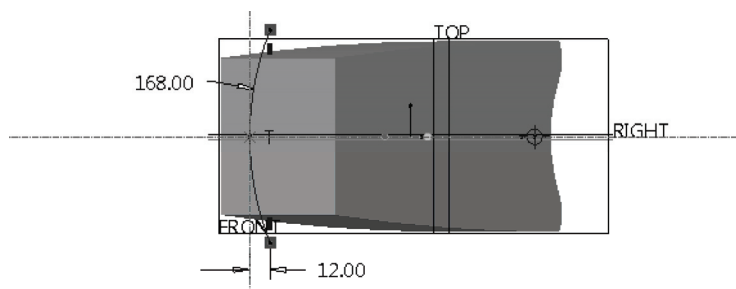

图 12-77 绘制截面
6) 绘制图 12-77 所示的截面，单击 (确定) 按钮。